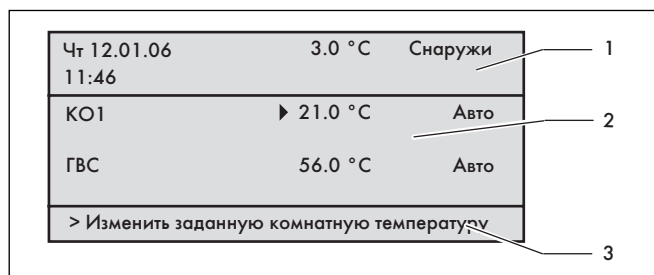

Рис. 4.2 Обзор дисплея (пример режима основной индикации)
- режим основной индикации (рис. 4.2)
Описанная далее концепция управления касается режима основной индикации (рис. 4.2) и разных страниц для индикации/ввода уровня пользователя.
Исходная ситуация: Вы находитесь в режиме основной индикации (см. рис. 4.2). Как попасть в режим основной индикации, см. в разделе 4.3.3.
Нажатием на один или оба задатчика Вы переходите из упрощенного режима основной индикации на следующую дисплейную страницу (см. рис. 4.2).